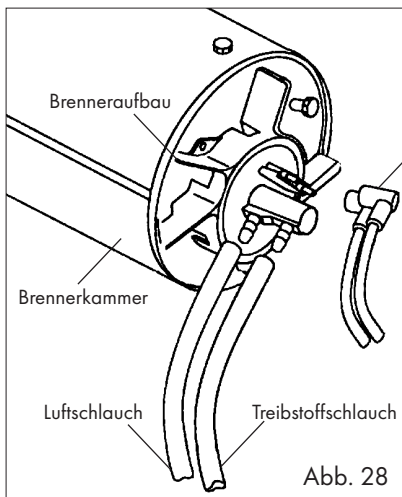

Abb. 28
- Entfernen Sie als erstes die obere Abdeckung (2) und den Luftenlass (15), um Zugang zum Brennkammer zu erhalten.
- Entfernen Sie den Treibstoffschlauch und Luftschlauch von dem Brenneraufbau, siehe Abb. 28
- Trennen Sie den Hochspannungs-Klemmen von der Zündkerze und überprüfen Sie ihn auf Abnutzung, Siehe Abb. 28
- Um das Brenneraufbau (I) von dem Brennkammer (A) zu entfernen, Schrauben Sie die entsprechenden Schrauben ab, siehe Abb. 28 & 29
- Demontieren Sie die Treibstoffdüse (J) aus dem Brenneraufbau (I).